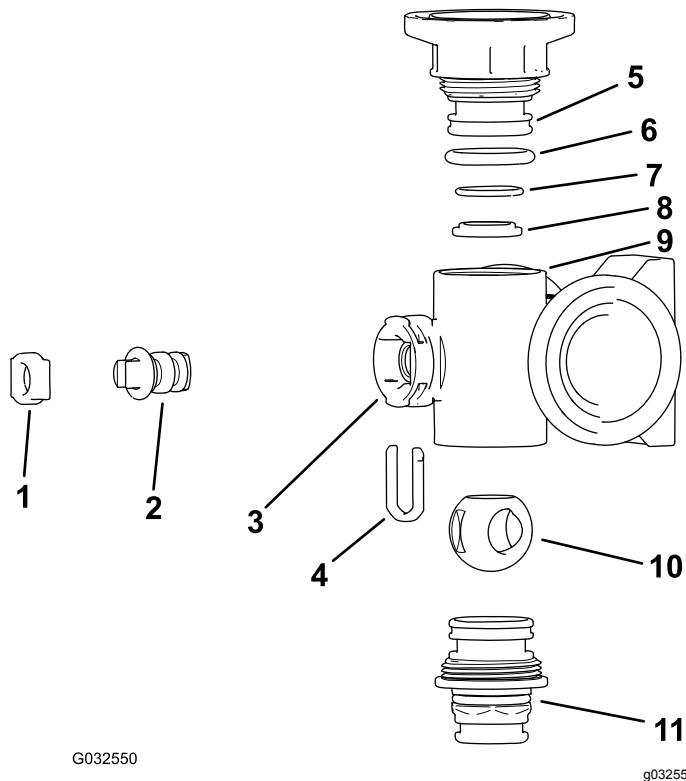
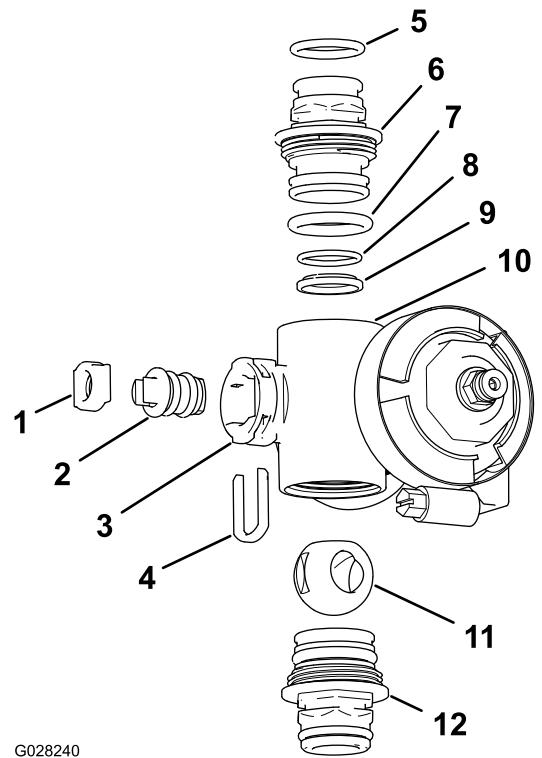

Figura 103
Figura 104
2. Retire el conjunto de conector de extremo y la conexión rápida de cada extremo del cuerpo del distribuidor (Figura 103 y Figura 104).
4. Retire la horquilla de retención del vástago de las ranuras del orificio del vástago del distribuidor (Figura 103 y Figura 104).
5. Retire la horquilla de retención del vástago y el asiento del vástago del distribuidor (Figura 103 y Figura 104).
6. Retire el conjunto de vástago de la válvula desde dentro del cuerpo del distribuidor (Figura 103 y Figura 104).
1. Compruebe la condición de las juntas tóricas del conector de salida (**distribuidor de la válvula de sección solamente**), las juntas tóricas de los conectores de extremo, las juntas tóricas de los asientos, y los asientos de bola, en busca de daños o desgaste (Figura 103 y Figura 104).
2. Aplique grasa al vástago de la válvula e insértele en el asiento del vástago de la válvula (Figura 103 y Figura 104).
3. Instale el vástago de la válvula y el asiento en el distribuidor y sujetelos con la horquilla de retención del vástago (Figura 103 y Figura 104).
4. Asegúrese de que la junta tórica del asiento y el asiento de la bola están alineados y asentados en el conector de extremo (Figura 103 y Figura 104).
5. Inserte la conexión rápida en el cuerpo del colector hasta que la brida del conector de extremo toque el cuerpo del colector; y luego gire el conector de extremo 1/8 a 1/4 de vuelta más (Figura 103 y Figura 104).